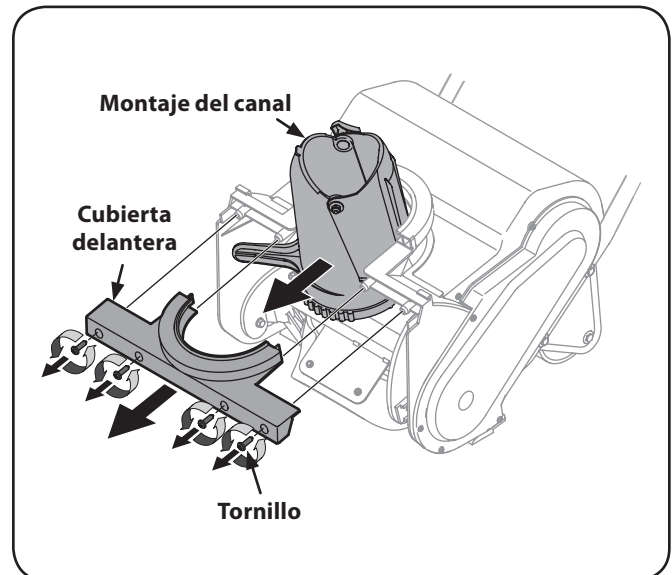

Figura 3-6
1. Extraiga los cuatro tornillos que sujetan la cubierta delantera al alojamiento de la barrena. Retire la cubierta delantera y el canal. Consulte la Figura 3-6.